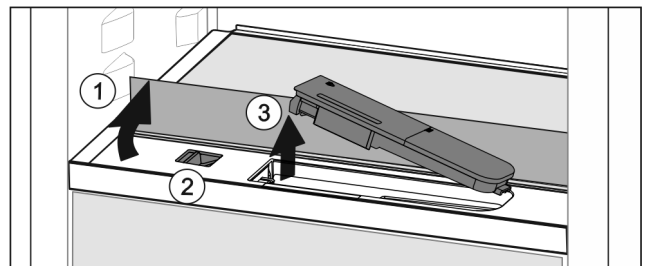

Fig. 114
- ▶ Підняти скляну панель і відкинути до упору назад Fig. 114 (1).
- ▶ Посунути повзунок Fig. 114 (2) уліво.
- ▶ Вийняти бак для води Fig. 114 (3).